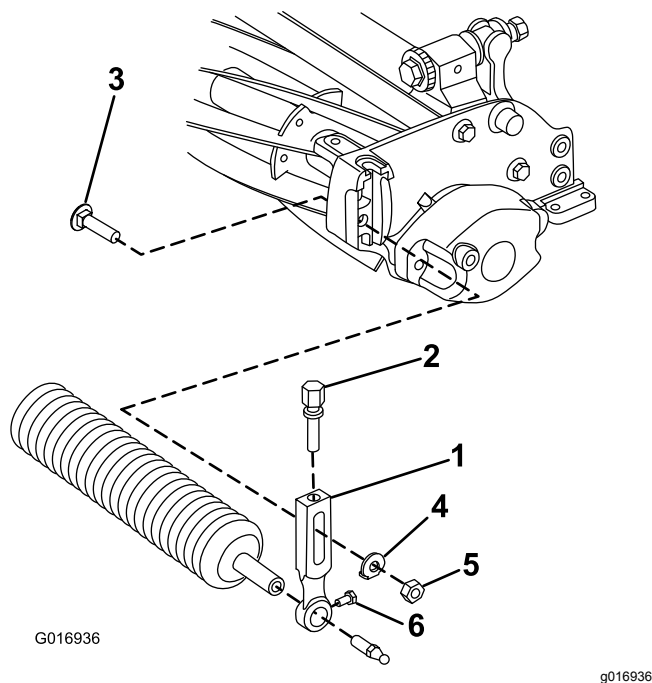

Figura 3
1. Rimuovete il bullone della lama, la rondella e il dado flangiato che fissano i bracci di regolazione dell'altezza di taglio alla piastra laterale dell'apparato di taglio (**Figura 3**).